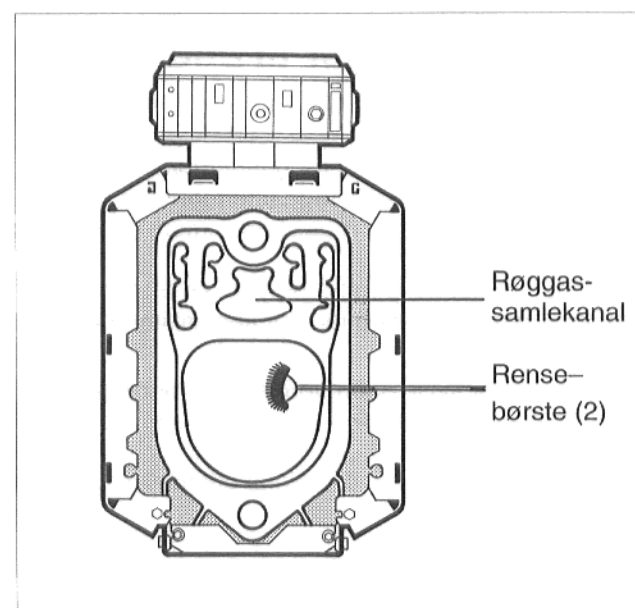

Fig. 40
- Rensebørsten (2) (vinkelformet håndtag) bruges til at rengøre brændkammer og røggassamlekanal (Fig. 40). Sidstnævnte skal derudover rengøres mellem de enkelte dele. Dette gøres ved at dreje børsten (2).